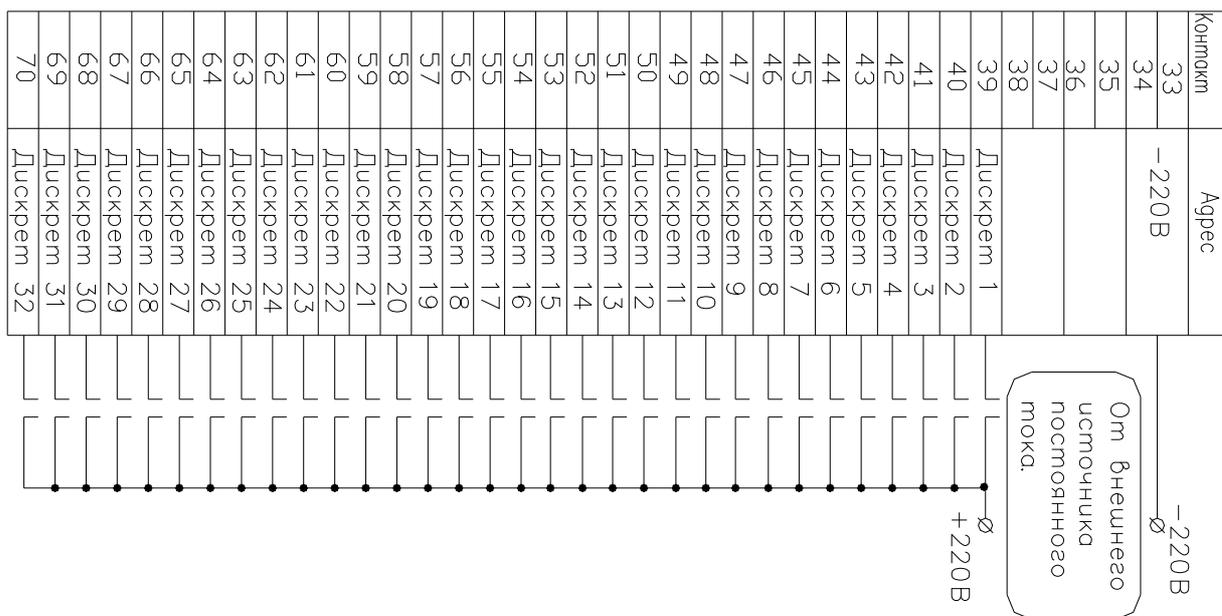

Рисунок 20 Схема подключения дискретных сигналов ПУ16/32М4
5.4.5.15 Общий контакт дискретных входов для блоков ПУ16/32М4 контакты 33 и 34 необходимо подключить к отрицательному потенциалу того же источника постоянного тока, рисунок 20